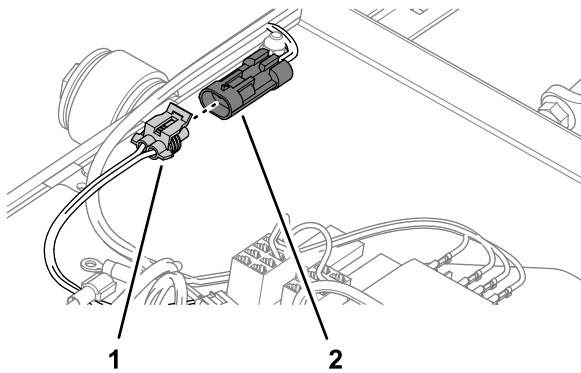

図 9
3. キットのワイヤハーネスについている 20 cm の枝線についている2ソケットコネクタを、スイッチパネルのアダプタワイヤハーネスの2ピンコネクタに接続する 図 9。